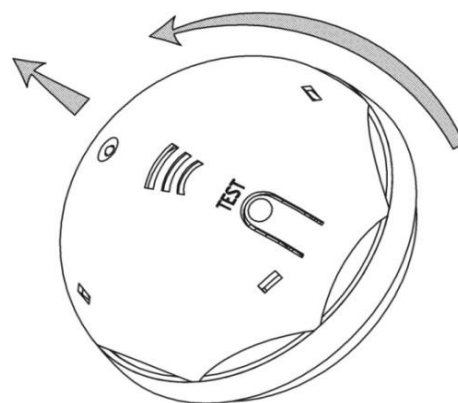

Рис.2 Отсоединение сигнализатора от основания
5.4.1 Отсоединить сигнализатор от основания поворотом его против часовой стрелки (смотреть рис.2).